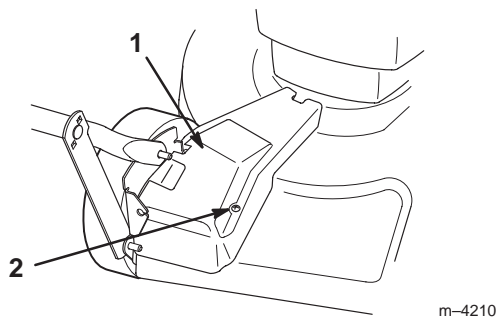

Figure 23
1. Moteur éteint, retirer le boulon de fixation du carter de courroie (Fig. 23) et déposer le carter de courroie.